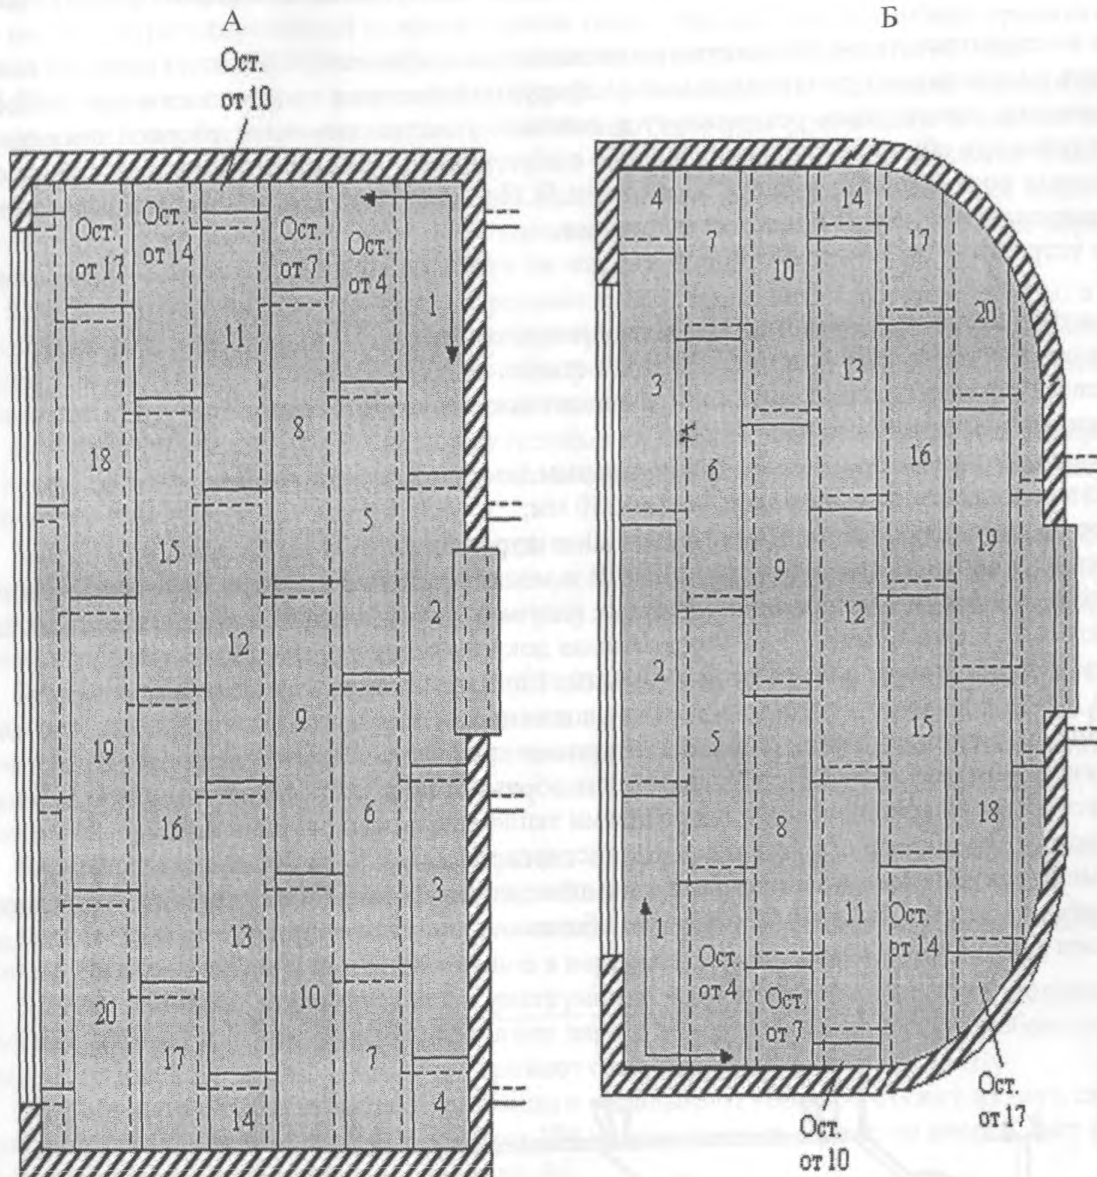

Рис. 2 Схема раскладки сборной стяжки из гипсоволокнистых плит на слой тепло-звуко-изоляции из керамзитового песка (а) и пенополистирольных плит (б)
**5.46** Рекомендуемые схемы раскладки готовых элементов сборной стяжки из ГВЛВ в зависимости от материала теплозвукоизоляционного слоя приведены на рис. 2